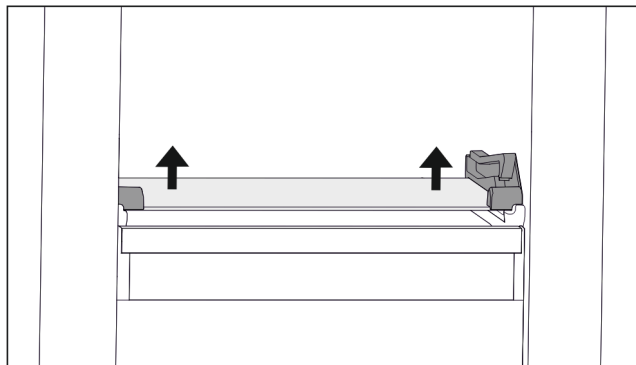

Fig. 107 Стъклена плоча на наклонящото се чекмедже
- Натиснете стъклената плоча от долу нагоре от двете страни. (виж Fig. 107)